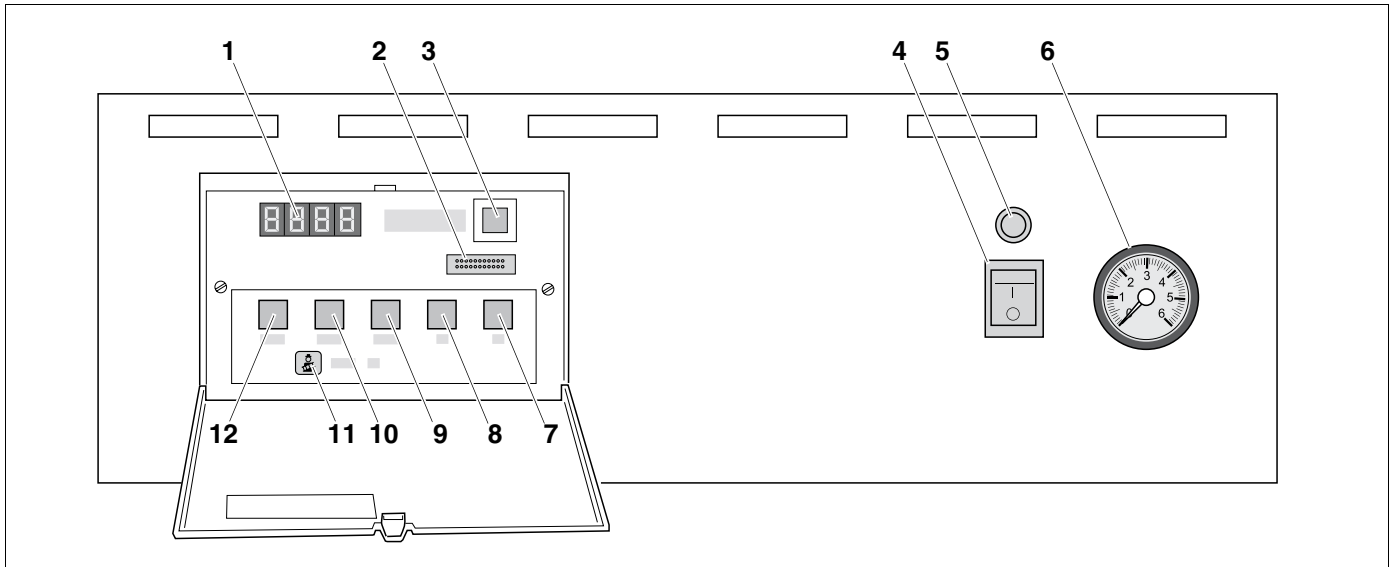

Fig. 2 Controlador
La instalación de calefacción se maneja generalmente a través del controlador de la caldera montado en fábrica y de sus teclas (fig. 2, **pos. 4**, página 7). Si se ha conectado a la instalación de calefacción un aparato regulador externo (p. ej. Logamatic 4111 ó 4313), el manejo de la instalación se llevará a cabo a través del aparato regulador correspondiente. Tenga en cuenta las instrucciones de uso del aparato regulador correspondiente. Junto a las indicaciones de estado y el modo de información tiene a su disposición las siguientes funciones (llamadas también "Parámetros", tab. 1):